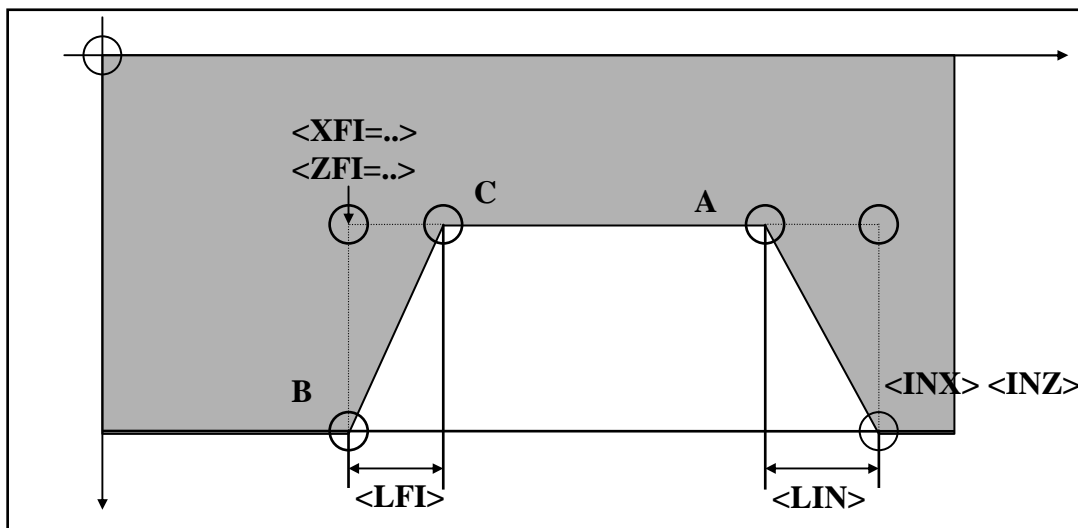

FIG. 13-1
- La **G664** di **FIG.13-1** è una sgrossatura "cilindrica" in quanto il lato P-PB è parallelo all'asse Z.